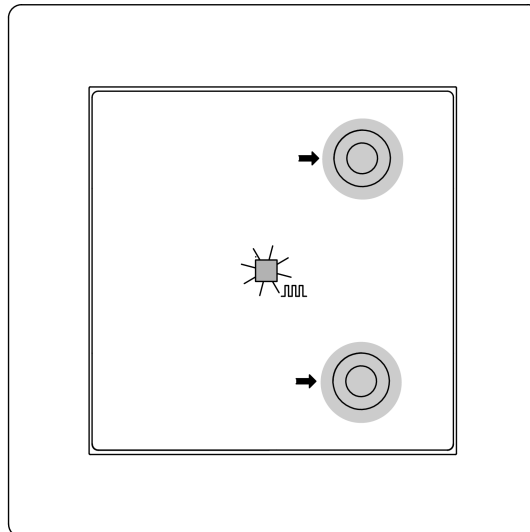
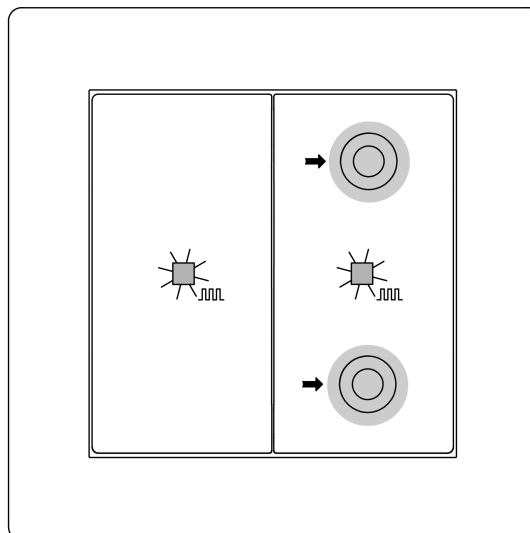

Bild 5: Aktivera programmeringsläge (1-delat)
Bild 6: Aktivera programmeringsläge (2-delat)
Programmera fysisk adress och applikationsprogram 1-delad (se bild 5) och 2-delad (se bild 6)
- Aktivera programmeringsläget: Tryck på knappen uppe till höger och knappen nere till vänster samtidigt i > 4 sekunder (se bild 5).